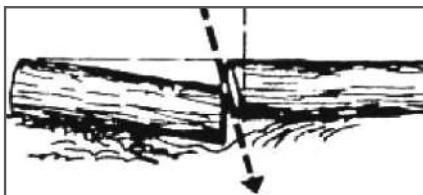

Рис. 18 Косой пропил
- Если отпиленная часть бревна может осесть и прижать другую часть бревна, делается косой пропил (Рис. 18).